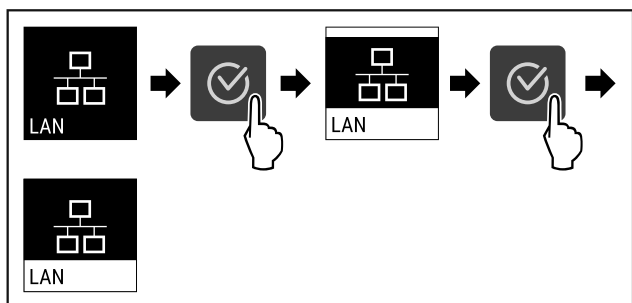

Fig. 92
- ▶ Stappen (zie Fig. 92) uitvoeren.